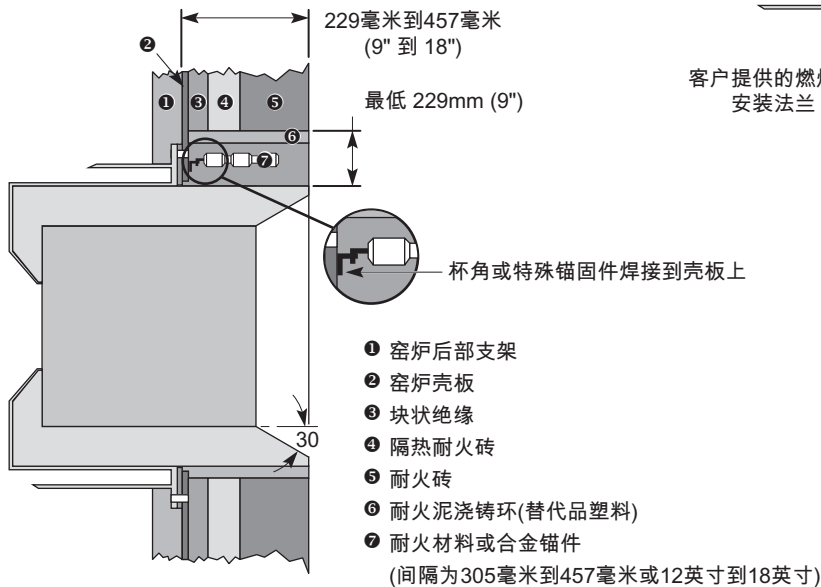

图 3.8. Vortometric 型燃烧器安装布置。
- 燃烧耐火砖的内径与燃烧器中的空气锥同心。关于壁干扰和典型的耐火材料安装细节及建议，请参阅图 3.8。